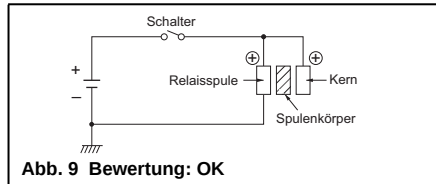

Abb. 9 Bewertung: OK
- Ist die Erdung nicht erforderlich, schließen Sie den Erdungsanschluss bitte an die $\oplus$ -Seite der Spule an. (siehe Abb. 9 - NF- und R-Relais mit Erdungsanschluss)